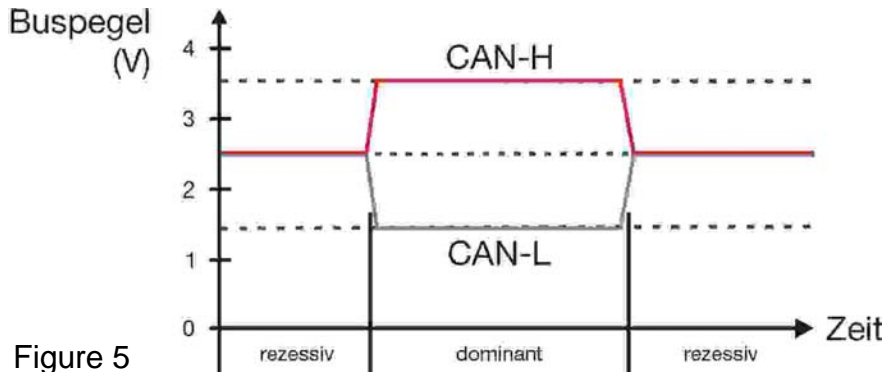

Figure 5
- Les deux signaux sont inversés l'un par rapport à l'autre (figure 5).